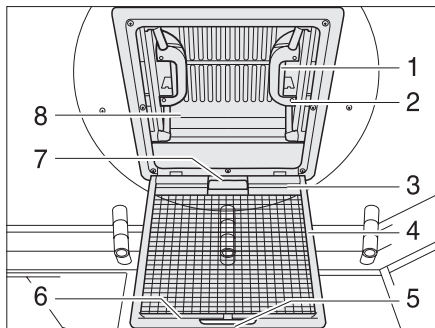

Fig. 32 Claraboya con cierre de resorte
- ▶ Tirar del tirador (Fig. 32,5).
- ▶ Plegar hacia abajo la protección contra insectos (Fig. 32,4).
- ▶ Presionar el cierre de resorte (Fig. 32,1) hacia el lado interior de la claraboya (Fig. 32,8).
- ▶ Presionar simultáneamente hacia arriba la claraboya con el tirador (Fig. 32,2).
- ▶ Plegar hacia arriba la protección contra insectos (Fig. 32,4) hasta que engatille.
- ▶ Tirar la claraboya (Fig. 32,8) enérgicamente hacia abajo por los dos tiradores (Fig. 32,2), hasta que los dos cierres de resorte (Fig. 32,1) engatillen.
- ▶ Tirar de la persiana oscurecedora enrollable por el asidero (Fig. 32,7) y enganchar el listón de enganche (Fig. 32,3) en el listón de soporte (Fig. 32,6) en la protección contra insectos.
- ▶ Soltar el listón de enganche (Fig. 32,3) del listón de soporte (Fig. 32,6) y regresar lentamente la persiana oscurecedora enrollable.